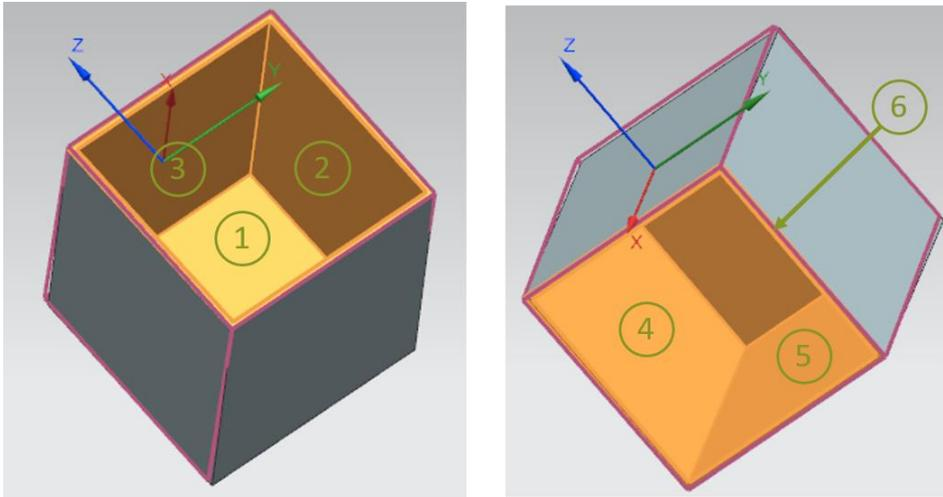
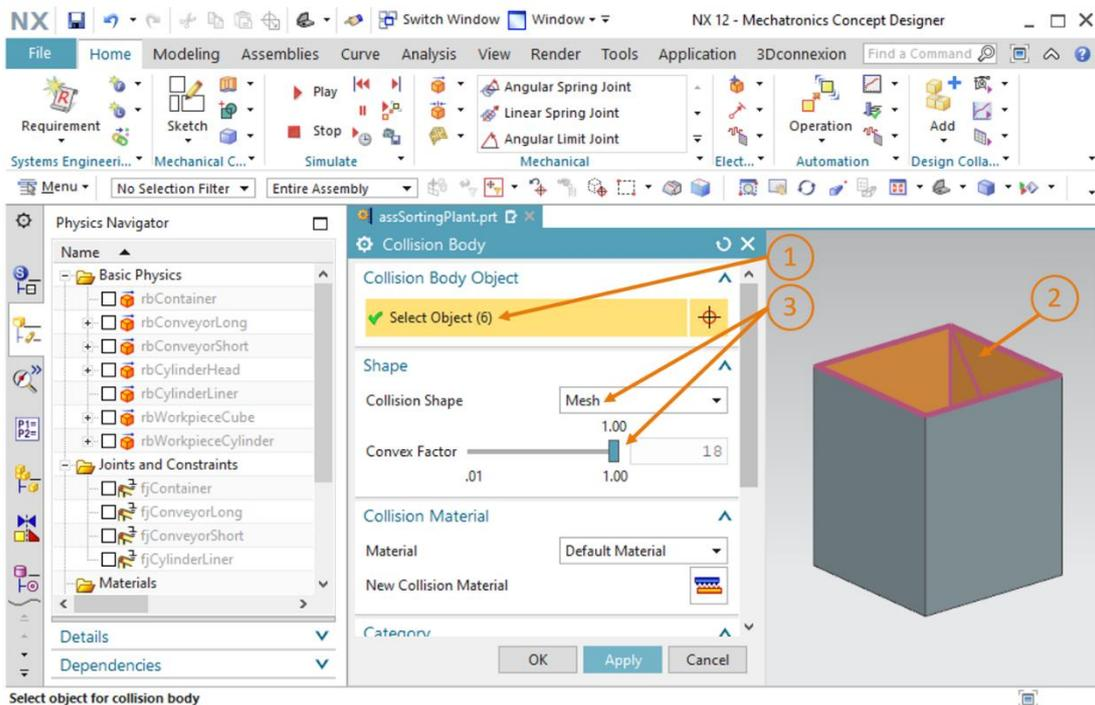

Figura 31: Superfici di collisioni dei contenitori viste da diverse angolazioni
Figura 32: Creazione di un corpo di collisione per un contenitore
Come già detto in precedenza, questo modello serve solamente per poter inserire i corpi all'interno del contenitore. Si devono quindi selezionare solo le superfici interne del contenitore che possono entrare in contatto con i pezzi. Nella Figura 31 si vede che è necessario selezionare sei superfici. Cinque formano l'interno del contenitore (vedi Figura 31, superfici 1 – 5), mentre una forma la cornice superiore (vedi Figura 31, superficie 6).
- Creare innanzitutto un corpo di collisione per il primo contenitore in cui l'espulsore smisterà i pezzi "workpieceCylinder". Aprire il comando "Collision Body" (Corpo di collisione). Dopo aver selezionato il pulsante "**Select Objects**" (Seleziona oggetti) nella finestra di comando, scegliere le **sei superfici** come indicato nella Figura 31 (vedi Figura 32, step 1 + 2). Selezionare come forma di collisione un "**Mesh**" (Reticolo) con un fattore di convessità di "**1.00**", come nella Figura 32, step 3. Occorre utilizzare il reticolo perché deve essere creato un corpo interno che non può essere rappresentato con una forma geometrica semplice. Durante la simulazione questa forma di collisione richiede una capacità di calcolo superiore rispetto alle forme più semplici. Specificare come nome "**cbContainerCylinder**" e confermare le impostazioni con un clic sul pulsante "**OK**".